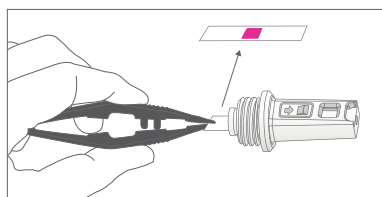

Figure 3
- WARNING:** before placing the indicator in the inner cavity of the device, remove its liner. Secure the position of the indicator in the inner cavity using the tweezers provided, so that it is firmly adhered to the device (Fig. 3).
- ATENCIÓN:** antes de colocar el indicador en la cavidad interna del dispositivo, remover el liner del mismo. Asegurar la posición del indicador en la cavidad interna con ayuda de la pinza provista, de modo que el mismo quede adherido al dispositivo firmemente (Fig. 3).